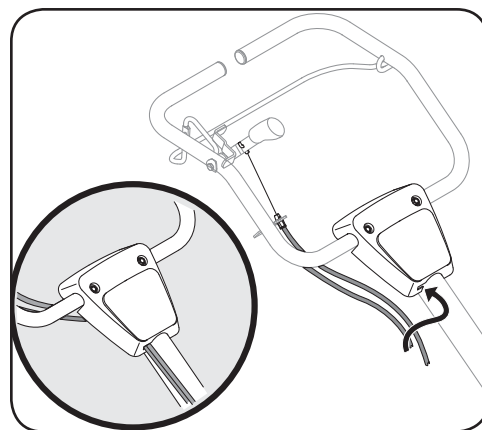

Figure 3-3
5. Fixez les câbles au guide-câble qui se trouve sur le panneau de la poignée. Voir Figure 3-3.